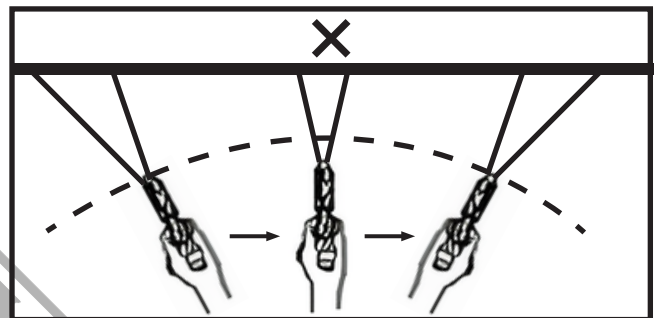

Fig. 2
- Evitare gli archi (fig. 2) o di tenere la pistola inclinata (fig. 3).